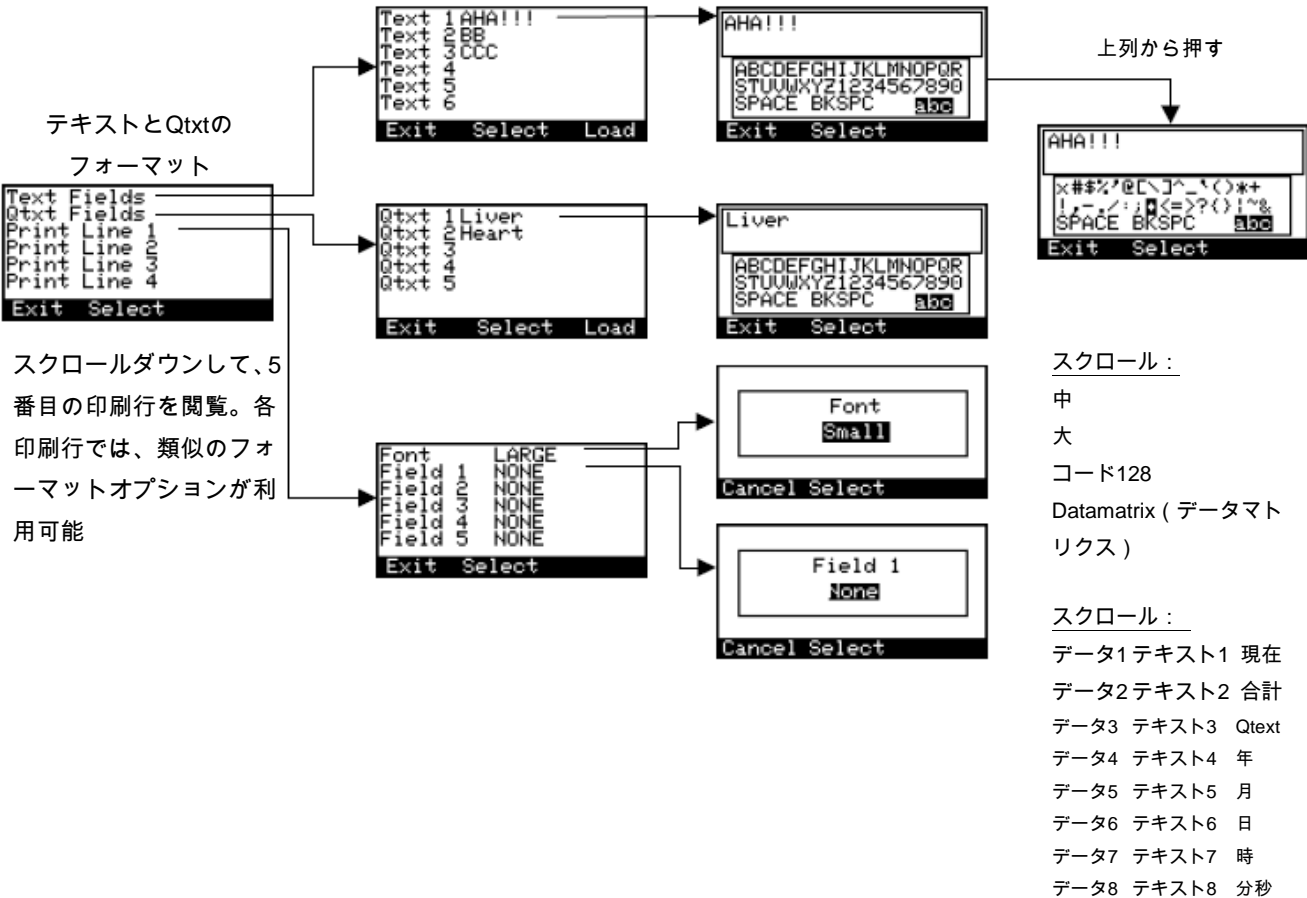

図15 – 印刷画像設定と印刷行フォーマット
- 句読点画面は、**5方向ナビゲーション**ボタンを押すと利用可能です。**図15参照**。カーソルを上下の列に動かし、上下を押します。同様にして句読点画面からテキスト画面に戻ります。
一方、**Text fields (テキスト入力欄)** は削除、編集または上書きされるまで情報を保管します。**Text Fields** に情報を入力するには、**Print Img Settings (印刷画像設定) / Text Fields (テキスト欄) / TextI**にて、**図15**のように画面キーボード入力を使ってテキストを入力します。次項にキーボードを使っての情報入力例が紹介されていますが、スキャナも同様に利用可能です。